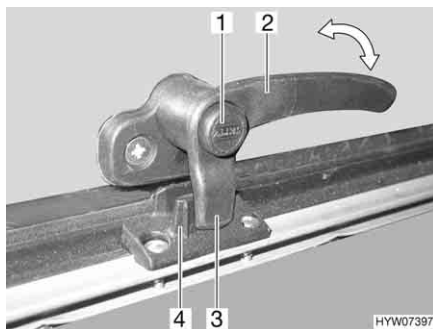
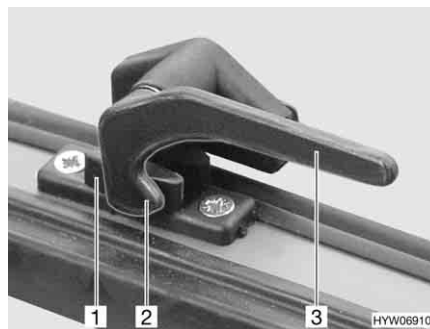

Bild 56 Låsarm med låsknapp i läget "stängd"
Bild 57 Låsarm i läget "stängd"
- Tryck på låsknappen (Bild 56,1) om sådan finns och håll den nedtryckt.
- Sväng låsarmen (Bild 56,2 eller Bild 57,3) ett kvarts varv mot fönstrets mitt.
- Sväng låsarmen (Bild 56,2 eller Bild 57,3) ett kvarts varv mot fönsterkarmen. Låsspaken (Bild 56,3 eller Bild 57,2) på låsarmen sitter helt på fönsterlåsets insida (Bild 56,4 eller Bild 57,1).
- I läget "helt stängt" (Bild 56 och Bild 57)